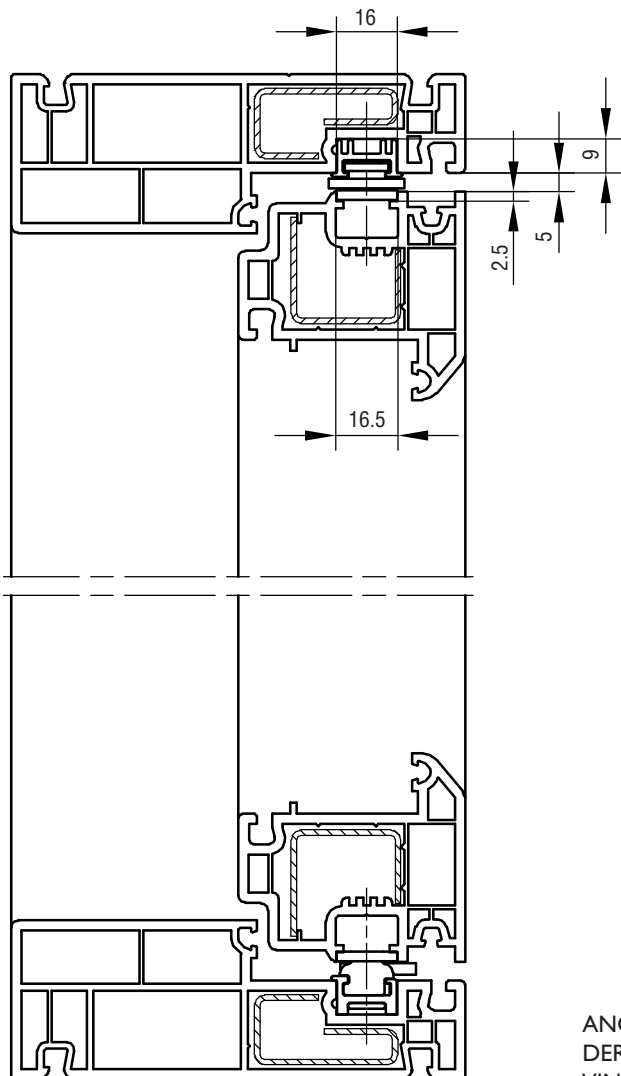

FIG. 1
- BESLAGET ANBRINGES I ØVERSTE OG NEDERSTE KARM, SÅLEDES BESLAGET LÆGGER AN MOD SIDEKARMEN, OG SKRUES FAST, SE FIG. 1 OG 2.